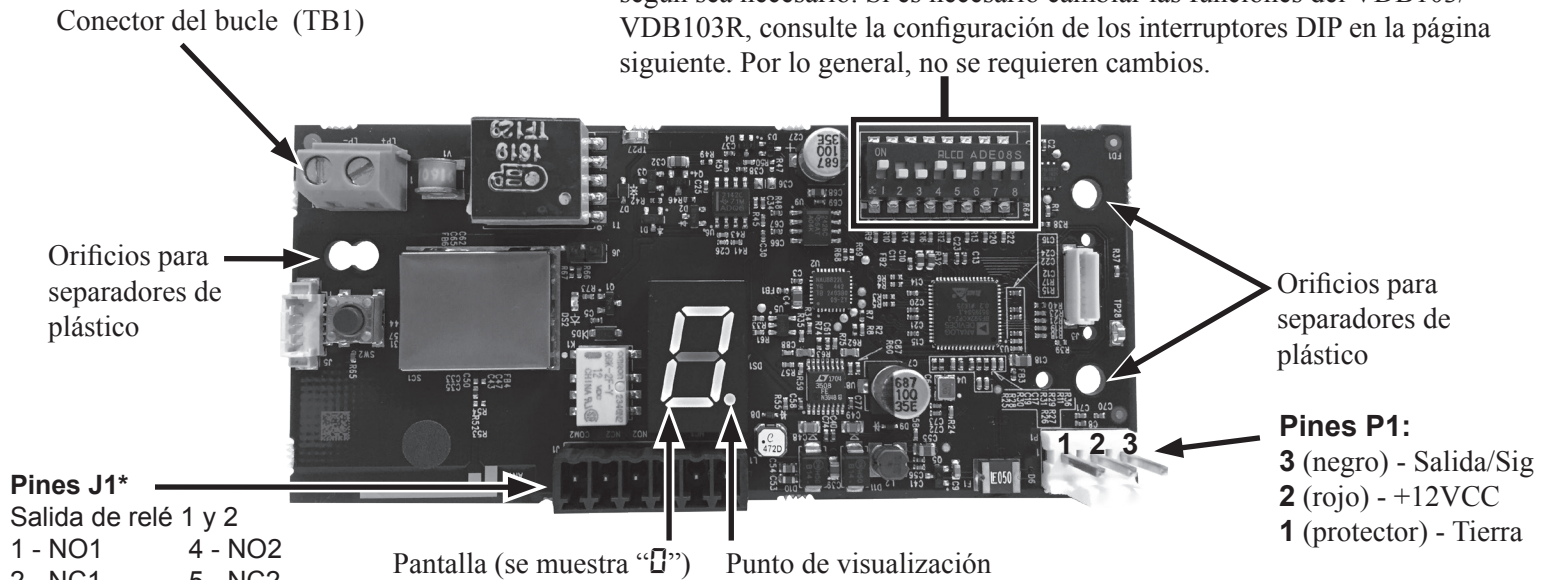

Figura 1. Tablero para detección de vehículos (Vehicle Detector Board, VDB103/VDB103R)
6. Conecte el cable del bucle al TB1 que se encuentra en la esquina superior izquierda del VDB103/VDB103R. Vea la **figura 1**, que se muestra arriba.
7. Coloque el VDB103/VDB103R en la posición correcta sobre los tres separadores de plástico que se encuentran en la estación base o en la placa de circuitos de la unidad de control y presiónelo con firmeza hasta que los separadores pasen a través de los orificios del VDB103/VDB103R. Vea la **figura 1** para ubicar los orificios.
8. Conecte el cable de interconexión del VDB103/VDB103R al P1, que se encuentra en la esquina inferior derecha del VDB103/VDB103R. Vea la **figura 1**. Asegúrese de que los pestillos de plástico que se encuentran en el conector del cable estén alineados con los pestillos de plástico del conector del P1. Los cables codificados con colores también deben coincidir con las posiciones de los pines que se muestran en la **figura 1**.